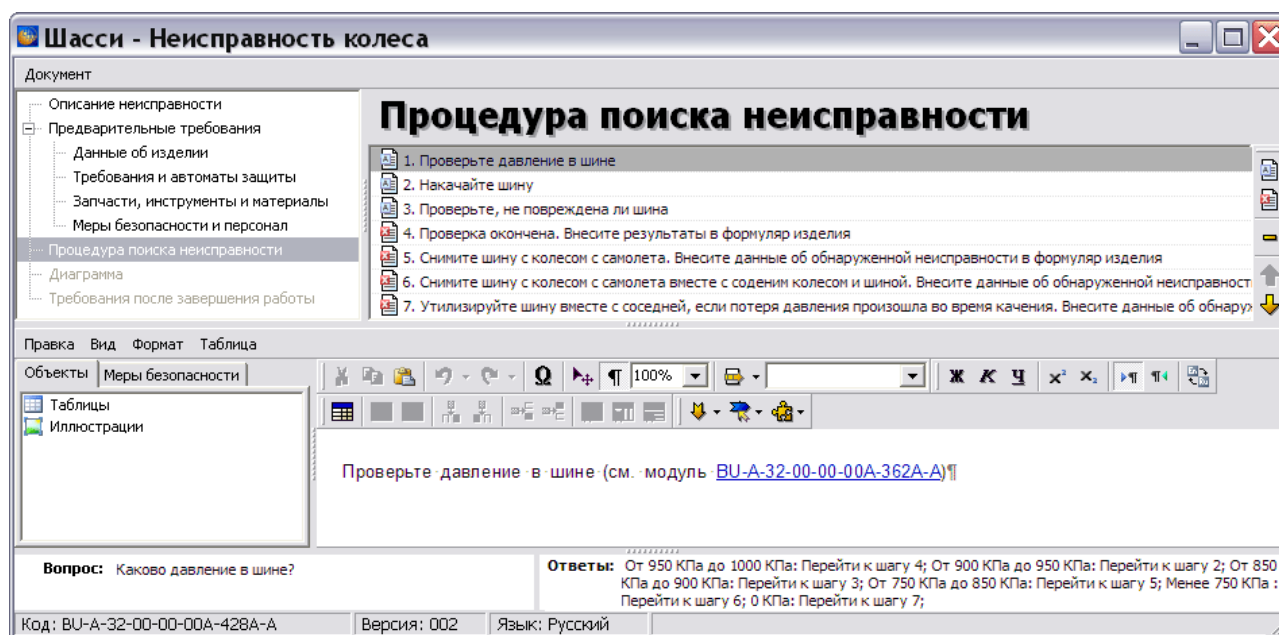

Рис. 6.41
3. Из выпадающего списка кнопки **Ссылки**  выберите команду **Внешняя ссылка** . После этого появится диалоговое окно **Установить ссылку**, в котором отображена структура проекта. Выберите версию модуля данных для ссылки и нажмите на кнопку **Установить ссылку**. Пример внешней ссылки в описании шага показан на Рис. 6.41.